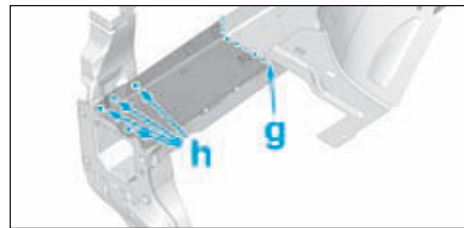
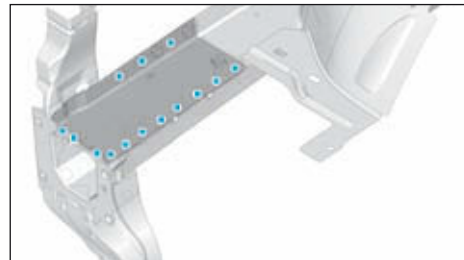

FIG.33
FIG.34
- Soudier par (Fig.33) et (Fig.34) :